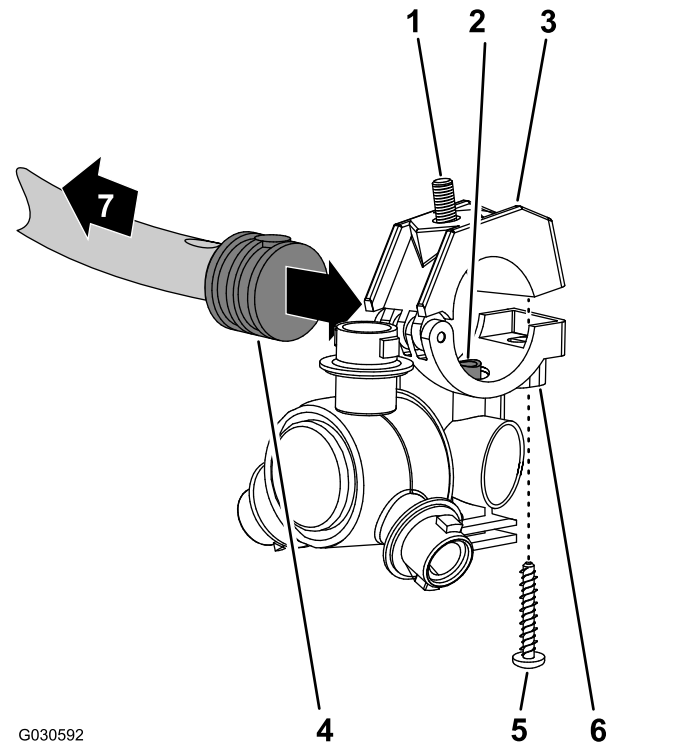

Figura 129
- Alinee el tubo de transferencia del soporte de una boquilla de fumigación (Figura 129) con el orificio del lateral del conector de manguera de dentado simple (13 mm).
- Cierre la mitad superior de la abrazadera alrededor del conector de manguera dentado y sujete la mitad de la abrazadera y el cuerpo de la boquilla de fumigación (Figura 129) con el tornillo de acero inoxidable (Nº 12 x 1-¼"); apriete el tornillo de acero inoxidable a entre 14 y 18 N·m.